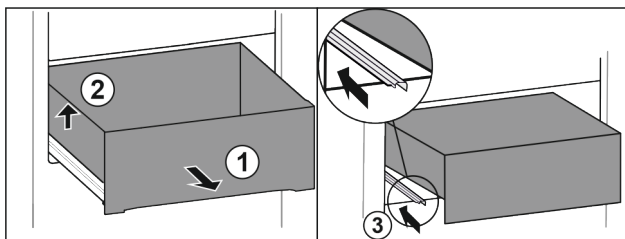

Fig. 88
- ▶ Extraiga el cajón hasta el tope. Fig. 88 (1)
- ▶ Levante el cajón por la izquierda. Fig. 88 (2)
- ▶ Retraiga la guía izquierda. Fig. 88 (3)